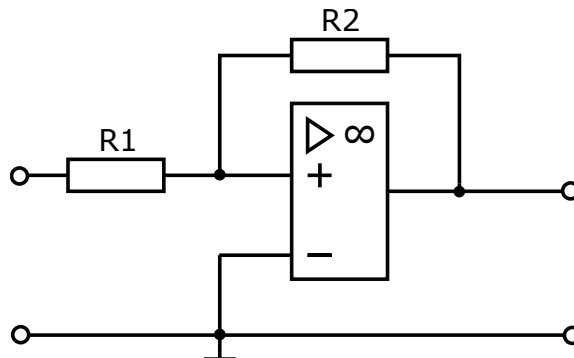

Abbildung 4: nicht-invertierende-Schmitt-Trigger-Schaltung
e) Bauen Sie eine Schmitt-Trigger-Schaltung mit $R_1 = 10\text{ k}\Omega$ und $R_2 = 100\text{ k}\Omega$ (Abbildung 4) auf. Legen Sie ein sinusförmiges Signal am Eingang an und vergrößern Sie von 0 V ausgehend die Amplitude in einigen Millivolt-Schritten. Bestimmen Sie am Oszilloskop die Amplitude, bei der die Schaltung gerade anfängt zu kippen (Scheitelwert). Alternativ können Sie ein Dreiecks-Signal verwenden, welches eine größere Spannung als die Kippspannung hat und anhand dieser mehrere Punkte ablesen wo die Schaltung anfängt zu kippen, und über diese mitteln.